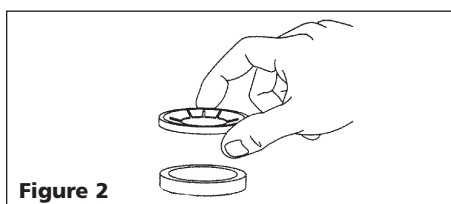

Figure 2
2. Placer la bague de retenue en forme "d'étoile" sur l'entretoise (queues vers le bas) (Figure 2).